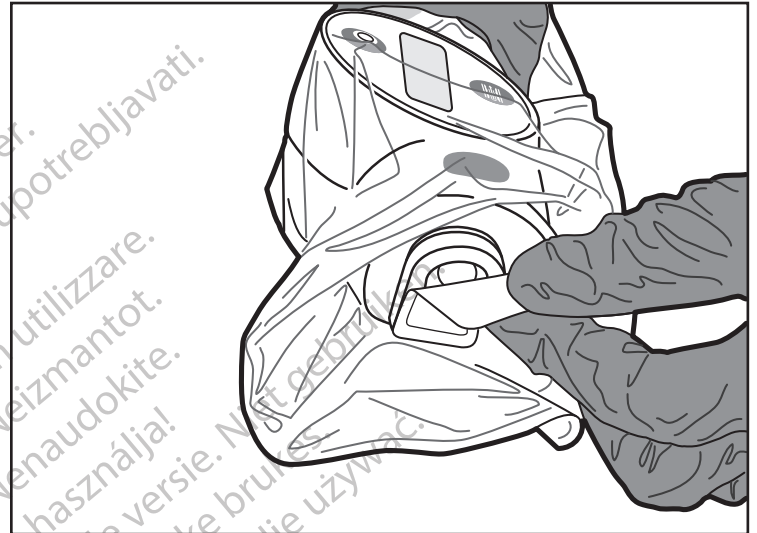

Figura 9. Rimozione dell'adesivo
9. Quando si è pronti all'introduzione del catetere compatibile con l'unità di azionamento MDU5 PLUS, rimuovere l'adesivo dalla piastra anteriore e smaltirlo in modo corretto (Figura 9).